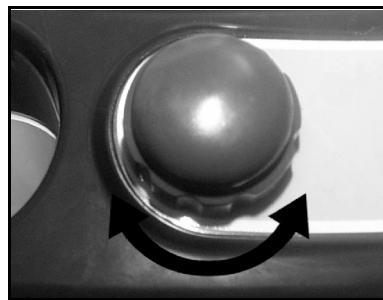

Fig. 7
Questo apparecchio Le consente di ottimizzare il flusso di vapore, agendo sulla manopola di regolazione (7) (fig. 7).